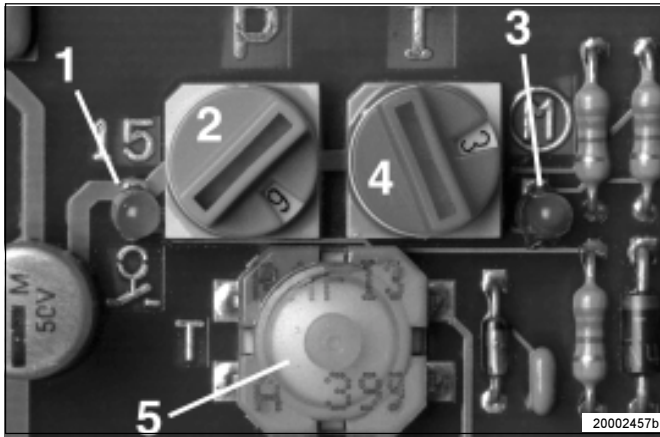

Abb. 12: - Leuchtdioden der Steuerplatine
Hinweis: Bei Schalterstellung 0 erfolgt eine Störungsmeldung an der rechten Leuchtdiode 3 Bild 12. Gleichzeitig wird automatisch die werkseitig eingestellte Arbeitszeit angenommen.
- Ist einer der Drehschalter 2 und /oder 3 Abb. 12 auf 0 gestellt, erfolgt eine Störungsmeldung an der rechten Leuchtdiode 3.
Taster 5 Abb. 12 dauerhaft betätigt (Kurzschluß)
- Ob Spannung an der Steuerplatine anliegt, ist am Aufleuchten der linken Leuchtdiode (LED) 1 Abb. 12 erkennbar.
• Störung: Rechte Leuchtdiode 3 Abb. 12 blinkt
<ul style="list-style-type: none"> • Einer der beiden Drehschalter 2, 4 Abb. 12 steht auf 0. Anzeige: 4 maliges Blinken; • Kurzschluß am Drucktaster 5 Abb. 12 oder falls vorhanden am Leuchtdrucktaster oder an deren Anschlußteilen Anzeige: 3 maliges Blinken; 	<ul style="list-style-type: none"> • Drehschalter auf eine Zahl oder einen Buchstaben einstellen • Prüfen, ob sich der Kurzschluß auf der Steuerplatine oder falls vorhanden am Leuchtdrucktaster befindet. Notfalls Steuerplatine oder Leuchtdrucktaster austauschen.